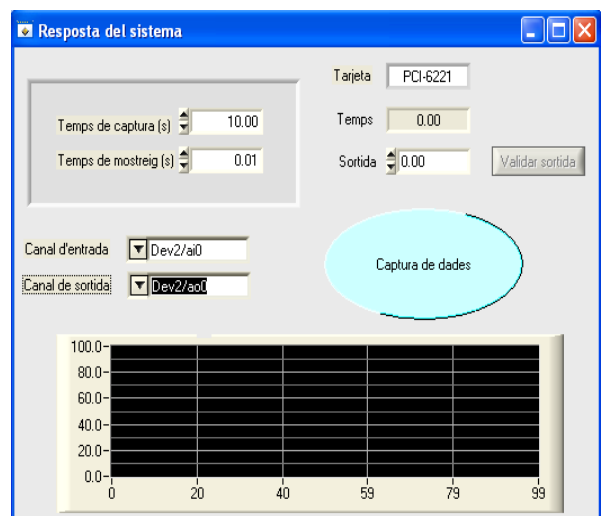

Fig. 4.2 Programa Resposta del sistema
- Configureu la pantalla de la següent forma (fig. 4.2):